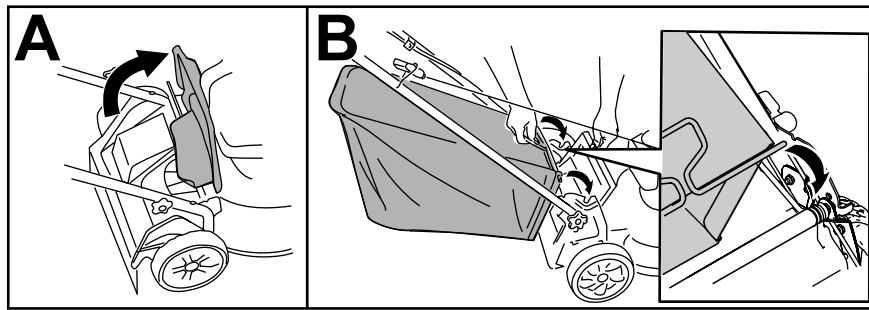

Figure 15
1. Soulevez le déflecteur arrière et gardez-le dans cette position (A de la Figure 15).
2. Montez le bac à herbe en veillant à placer les ergots dans les crans du guidon (B de la Figure 15).